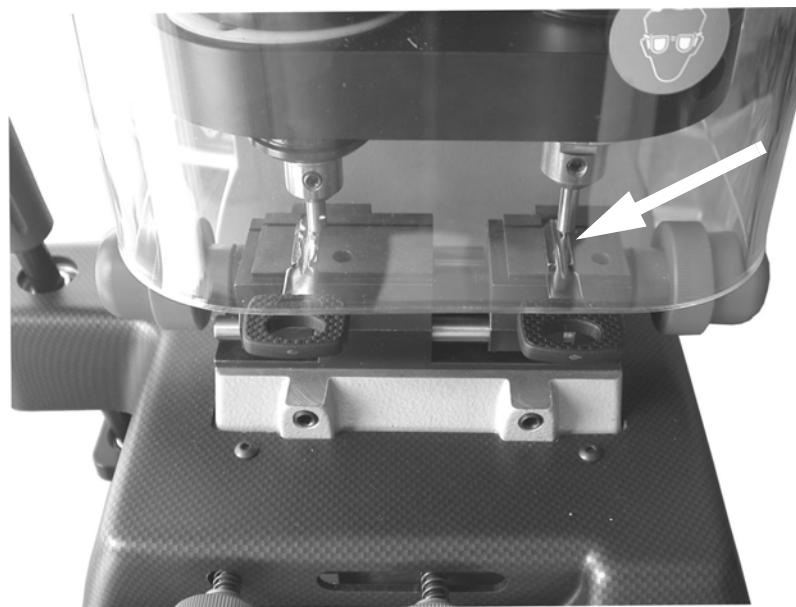

Figura 26: Ajustar el grupo fresa - palpador
1. Empezar el interruptor general (1). Ahora la máquina está preparada para el calibrado electro-mecánico;
2. Apretar el botón (12) para poner en marcha el sistema de calibrado; el piloto amarillo (22) se ilumina;
3. Controlar que el muelleo del palpador sea bloqueado asegurándose que la tuerca (21) sea en posición de bloqueo;
4. Acercar, por medio de la palanca (16), el grupo Fresa-Palpador en una zona no cifrada de la llave (véase figura 26);